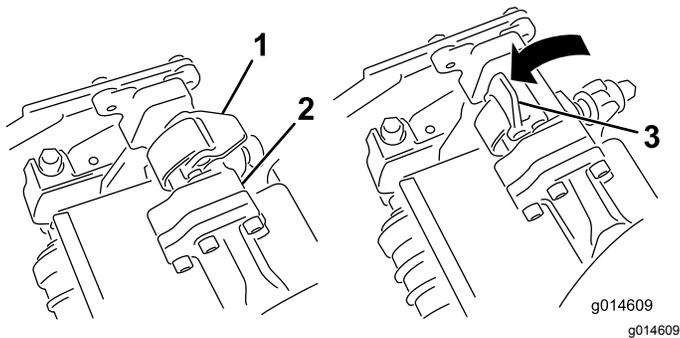
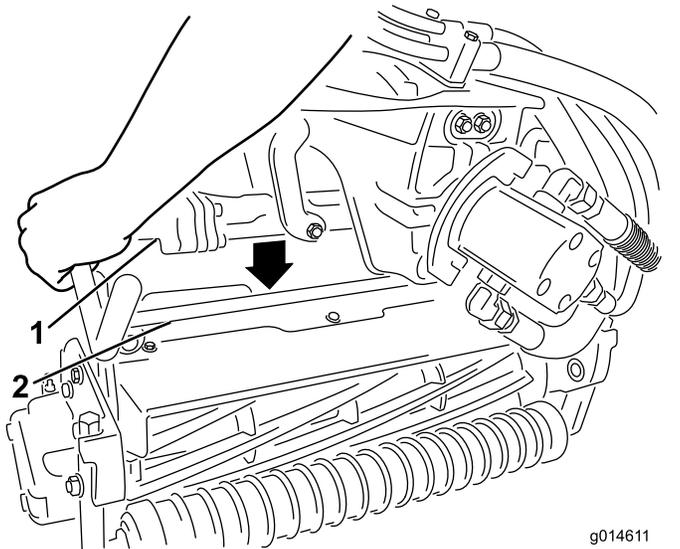

図 36
図 37
4. サスペンションアームのバーについているラッチを上向き開いた状態にして **図 36**、サスペンションアームを押し下げて、バーを、カッティングユニットのバーの上に被せるようにする **図 37**。
5. ラッチを下げて閉じるとカuttingユニットのバーがロックされてユニットがアームにセットされる図 36。
5. 取り外したいCuttingユニットのサスペンションアームのバーについているラッチを開く図 36。